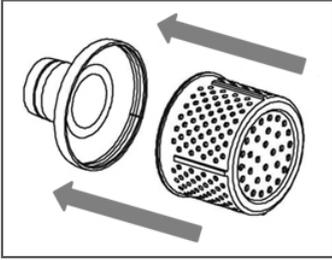

Рис. 3 Сборка всасывающего фильтра
- Соедините верхнюю и нижнюю часть всасывающего фильтра (Рис. 3).